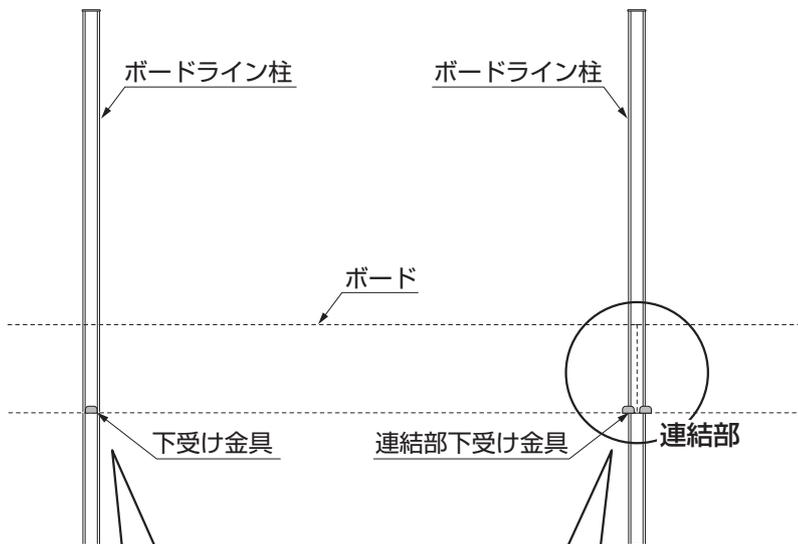

図4-1
①下受け金具、または連結部下受け金具をボードライン柱の下孔に合わせて、【1-1】で取付けてください。(図4-1、4-2参照)